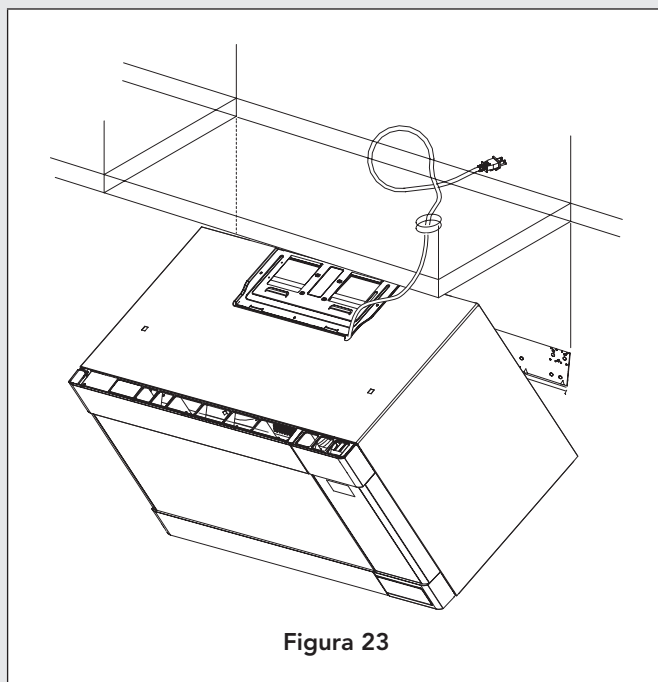

Figura 23
- Gire la unidad hacia arriba para encontrar la parte superior de la placa de montaje y sosténgala firmemente. Consulte la Figura 23.